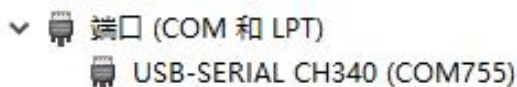
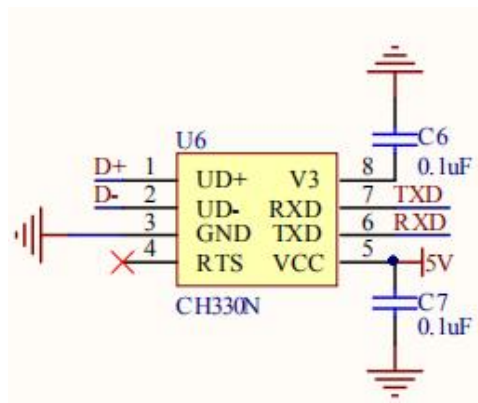

图2-11 设备管理器USB转串口
图2-12 USB连接CH340串口原理图
(3) USB转UART
开发板上USB转uart采用CH340或330 (340) 芯片，可以实现USB转串口功能, Type-c线连接好后，在设备管理器会跳出如图2-11的COM口。串口的原理图如图 2-12 所示，D+\D1连接FE8.1,RX\TX连接FPGA。